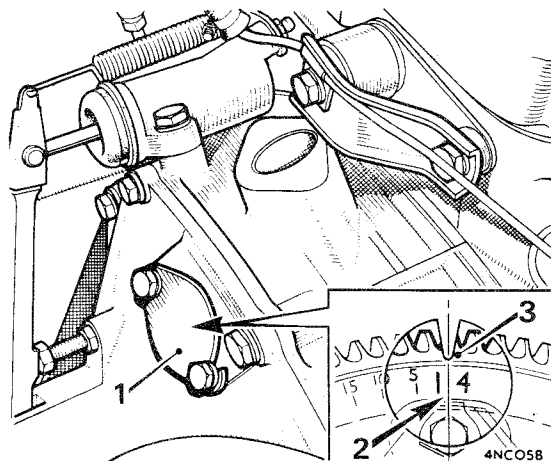
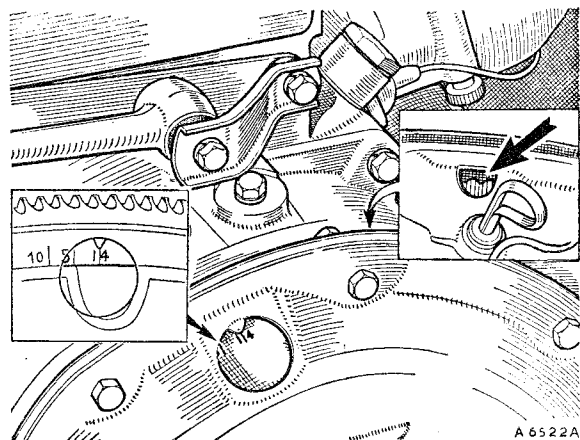

Fig. B.6
Fig. Ba.1
1. Enlever la porte de visite ou la pastille de caoutchouc de l'ouverture de réglage du couvercle d'embrayage ou du convertisseur. Utiliser une glace pour voir les repères de réglage sur le volant ou le convertisseur, voir Fig. B.6 ou les Fig. Ba.1 ou Ba.2 (automatique). Faire tourner le vilebrequin dans le sens de rotation normal du moteur jusqu'à ce que le repère de réglage statique approprié (voir "DONNEES DE MISE AU POINT") arrive en face de l'index de l'ouverture.
3. On peut voir les repères de calage sur le convertisseur (Fig. Ba.1 et Ba.2) après avoir enlevé le bouchon de caoutchouc qui se trouve sur le couvercle d'extrémité du convertisseur.